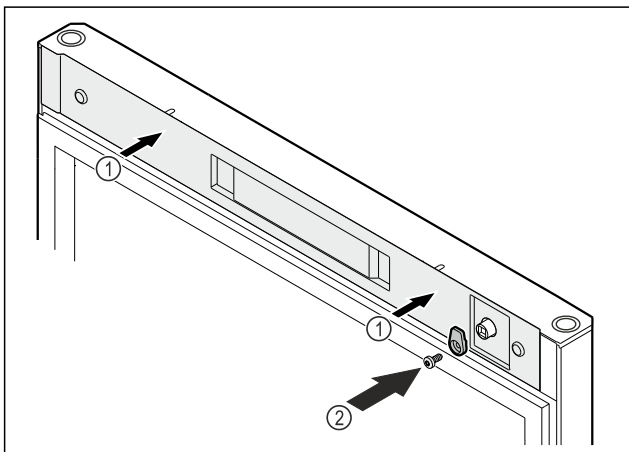

Fig. 54
- ▶ Helyezze fel a fedelet Fig. 54 (1).
- ▶ Csavarozza fel a reteszelő kampót Fig. 54 (2).